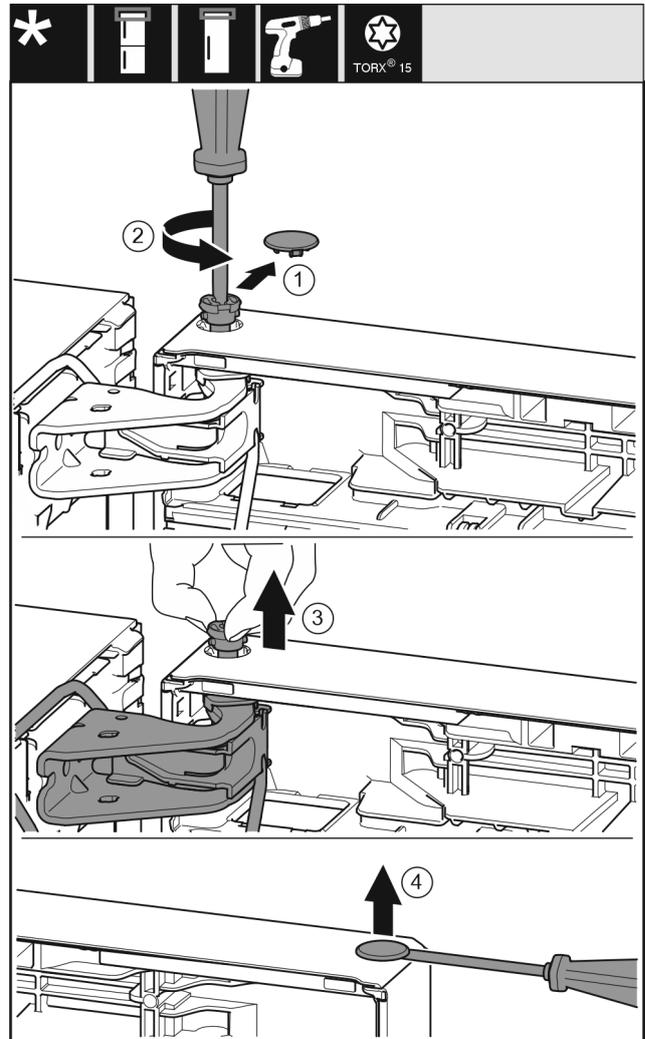

Fig. 22
- ▶ Trekk sikringsdekelet forsiktig av. Fig. 22 (1)
- ▶ Skru bolten ut et stykke med skrutrekker T15. Fig. 22 (2)
- ▶ Hold fast døren, og trekk bolten ut med fingrene. Fig. 22 (3)
- ▶ Løft proppen forsiktig ut av dørens lagerbøssing med en skrutrekker, og trekk den ut. Fig. 22 (4)